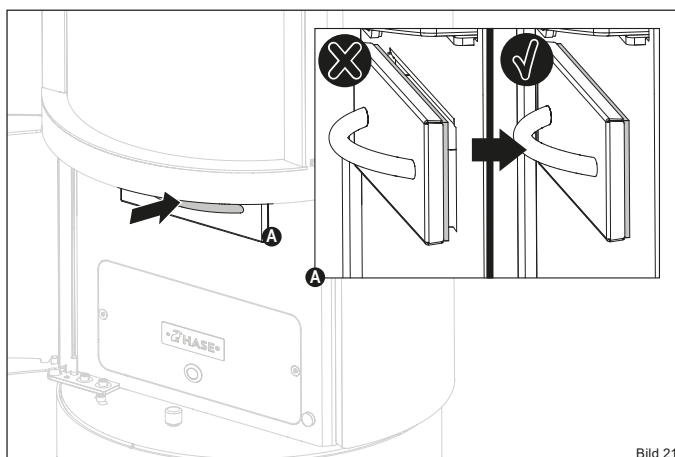

Bild 21
Achten Sie beim Einschieben des Aschebehälters darauf, dass dieser bündig mit der Dichtung anliegt (Bild 21). So wird sichergestellt, dass der Abbrandprozess nicht durch Falschluf gestört wird.
- ✓ Schieben Sie den Aschebehälter wieder in die Öffnung, so dass dieser bündig mit der Dichtung anliegt (Bild 21).
- ▶ **Schieben Sie den Aschebehälter wieder in die Öffnung, so dass dieser bündig mit der Dichtung anliegt (Bild 21).**
- ▶ **Schieben Sie den Aschebehälter wieder in die Öffnung (Bild 21).**